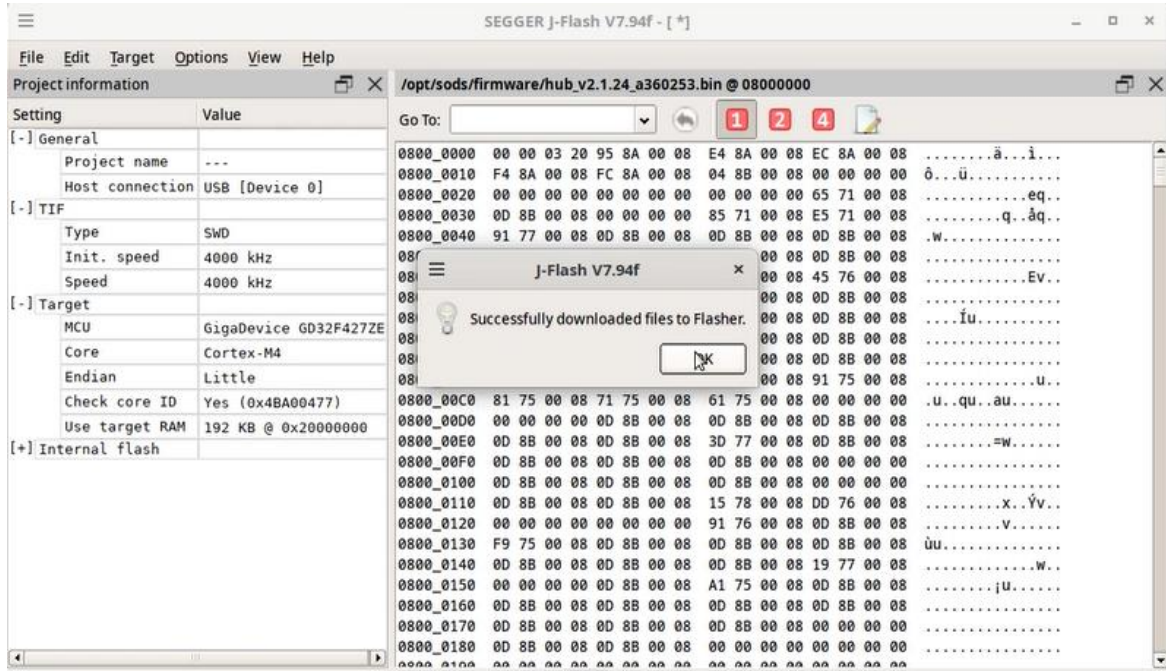

Рисунок 11
12) Выбрать «File» → «Download config & data file to Flasher», программатор сообщает об успешной загрузке в него конфигурации и бинарного файла, см. Рисунок 11. Нажать кнопку «ОК».